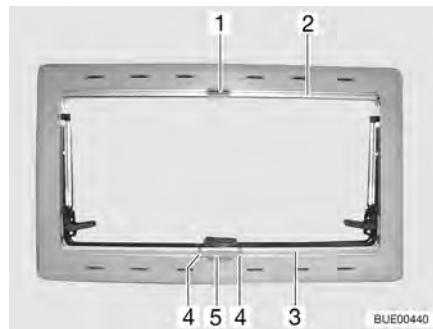

Fig. 67 Finestra apribile
- Serrare la maniglia (Fig. 67,4) e tirare l'oscurante a rullo (Fig. 67,3) dal basso verso l'alto fino all'altezza desiderata.
- Serrare la maniglia (Fig. 67,4). L'arresto si sblocca.
- Ricodurre lentamente l'oscurante a rullo (Fig. 67,3) nella posizione iniziale.
- Tirare in basso la zanzariera a rullo (Fig. 67,2) fino a che non viene a contatto con l'oscurante a rullo (Fig. 67,3), e il gancio di chiusura (Fig. 67,1) non si innesta nel bloccaggio (Fig. 67,5).
- Allentare il gancio di chiusura (Fig. 67,1).